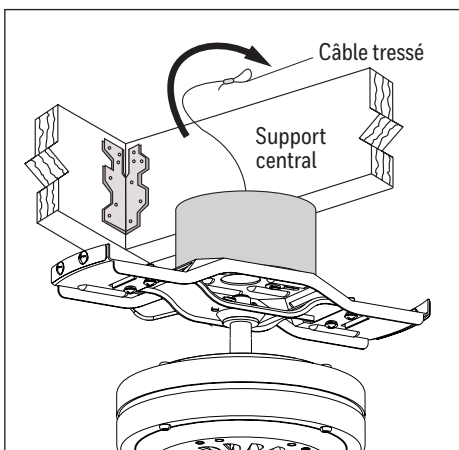

Figure 3.1
1. Soulevez le ventilateur et accrochez le trou dans la couvercle au crochet du support de fixation. Faites passer la boucle du câble tressé préassemblé à l'ensemble moteur à travers la boîte de sortie fixée au plafond (Figure 3.1).